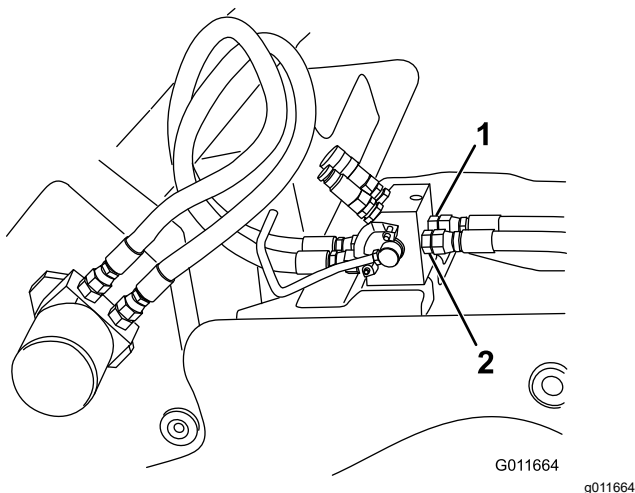

Figura 19
3. Collegate l'altra estremità del flessibile sinistro alla porta T (porta di destra) sul lato posteriore del collettore idraulico e l'altra estremità del flessibile destro alla porta P (porta sinistra) come illustrato nella Figura 19.
5. Piegate i flessibili verso l'alto e poi verso il basso, formando un anello, in modo da avvicinarne le estremità libere alle porte del motore idraulico della catenaria (Figura 19).